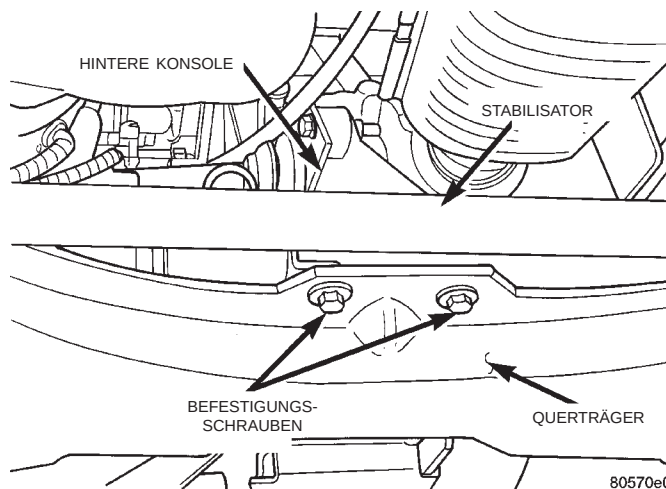

**Abb. 15 Befestigung der hinteren Konsole (unter der Motoraufhängung) am Querträger**
(15) Die zwei Schraube (Abb. 15) lösen, mit der die hintere Konsole (unter der Motoraufhängung) an der hinteren Kante des Querträgers befestigt ist.
(7) Die beiden Schrauben der hinteren Konsole (unter der Motoraufhängung) (Abb. 15) hinten am Querträger einbauen und mit einem Anzugsmoment von 75 N·m (55 ft. lbs.) festziehen.